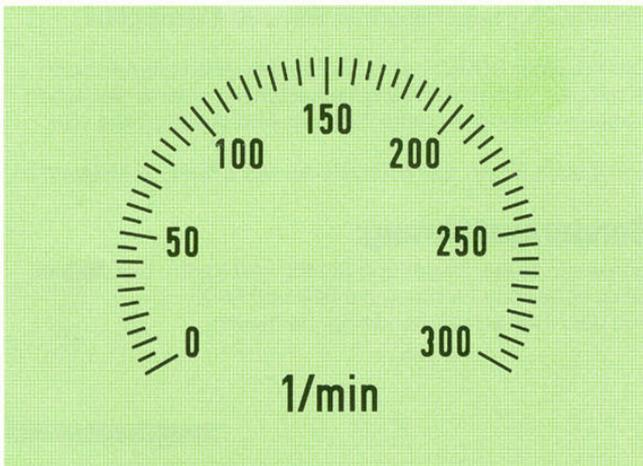
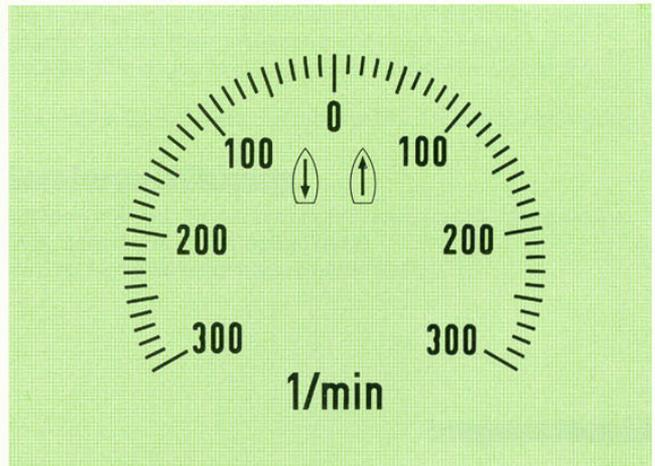

Bild 1
Bild 2
**Teilungs- und Bezifferungsbeispiel:** Anzeige 0 - 300 (Bild 1), 300 - 0 - 300 (Bild 2) für Skalenlänge größer 180 mm.